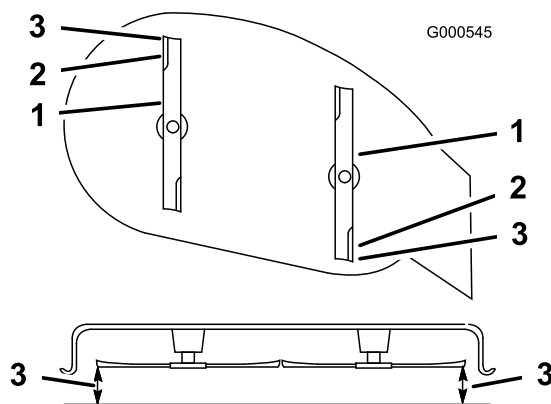

Figura 38
6. Misurate il valore dalla punta della lama anteriore e dalla punta della lama posteriore alla superficie piana (Figura 38). Se la punta della lama anteriore non è inferiore alla punta della lama posteriore di 0-6 mm, regolate il dado di bloccaggio anteriore.
Nota: Continuate la regolazione del dado finché la punta della lama anteriore non è più bassa di 0-6 mm rispetto a quella posteriore (Figura 38).